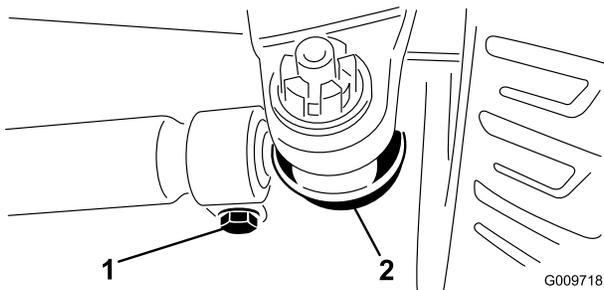

図 68
2. 調整が必要な場合は、タイロッドのボールジョイントのコッターピンとナットを外す。次に、タイロッドのボールジョイントをアクスルケースのサポート（図 68）から外す。
3. タイロッド両側のクランプをゆるめる（図 68）。